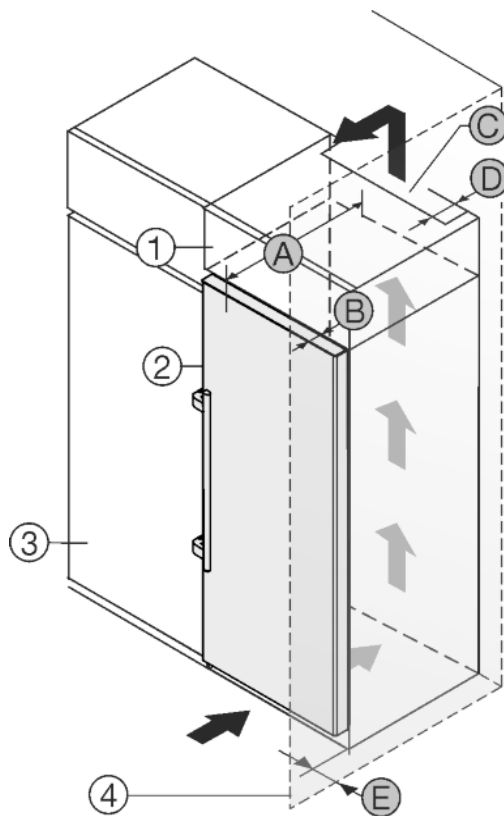

Fig. 23
Het apparaat kan in keukenkasten worden ingebouwd. Om het apparaat *Fig. 23 (2)* aan de hoogte van het keukenblok aan te passen, kan boven het apparaat een opzetkast *Fig. 23 (1)* worden aangebracht.
Het apparaat kan direct naast de keukenkast *Fig. 23 (3)* worden geplaatst. Om de deuren volledig te kunnen openen, moet het apparaat overeenkomstig de diepte *Fig. 23 (B)* t.o.v. het keukenkastfront uitsteken. Afhankelijk van de diepte van de keukenkast en het gebruik van de wandafstandhouders kan het apparaat verder uitsteken.
- Aan de achterzijde van de opzetkast moet een luchtafvoerkanaal met de diepte *Fig. 23 (D)* over de volledige breedte van de opzetkast aanwezig zijn.
- Onder het plafond moet de ventilatiedoorsnede *Fig. 23 (C)* worden aangehouden.
Wanneer het apparaat met de scharnieren naast een wand *Fig. 23 (4)* wordt geplaatst, moet de afstand *Fig. 23 (E)* tussen apparaat en wand worden aangehouden. Dit komt overeen met de uitsteekmaat van de handgreep bij geopende deur.